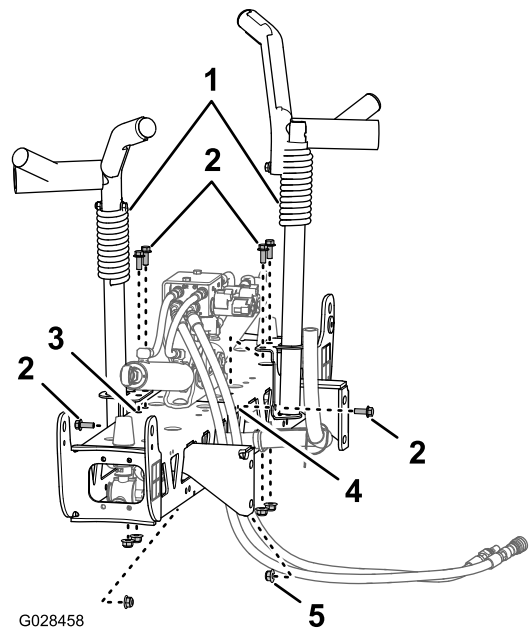

Figure 37
- Placez les berceaux de transport des rampes devant la section de rampe centrale (Figure 37).